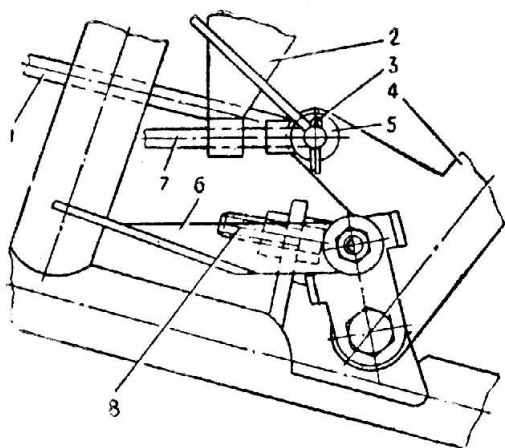

Рис. 40. Установка стояночного тормоза:
- отвернуть гайку крепления оси маятниковой вилки мотоцикла и гайку крепления двигателя с правой стороны мотоцикла, установить упор троса 2 (рис. 40) и закрепить его гайками;